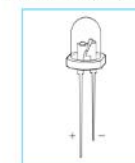

Рис. 9.22. Схематическое изображение светодиода
2. Зарисуйте схематично светодиод (рис. 9.22.) в рабочую тетрадь и подпишите на схеме части светодиода, которые вы знаете. Начертите под рисунком светодиода его обозначение на схемах, ориентируясь на знаки полярности подключения (+, -).